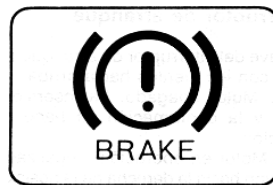

Fig. 2.9 Lámpara de advertencia de frenos
- Cuando se mantiene aplicado el freno de estacionamiento (se apaga al soltar el mismo). (Ver Fig. 2.9)